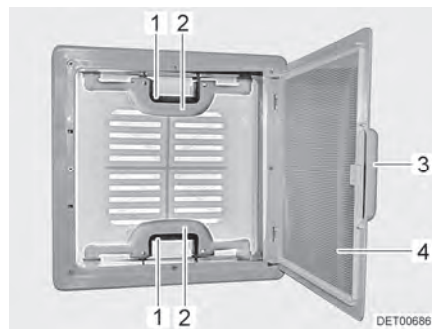

Bild 29 Dachhaube mit Schnappverschluss
- Am Griff (Bild 29,3) ziehen.
- Insektenschutz (Bild 29,4) nach unten klappen.
- Schnappverschluss (Bild 29,1) zur Innenseite der Dachhaube drücken. Gleichzeitig mit dem Griff (Bild 29,2) die Dachhaube nach oben drücken.
- Insektenschutz (Bild 29,4) nach oben schwenken, bis er einrastet.
- An beiden Griffen (Bild 29,2) die Dachhaube kräftig nach unten ziehen, bis beide Schnappverschlüsse (Bild 29,1) eingerastet sind.